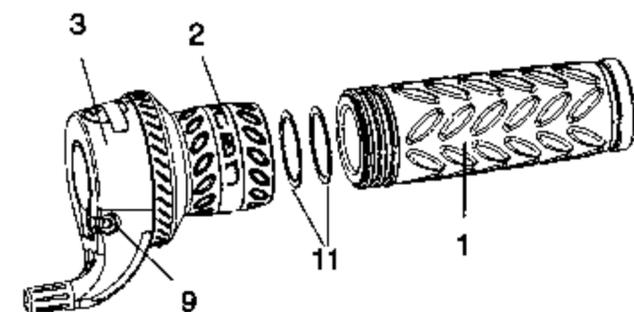

Bild 5
- Gehäuse (3) mit Drehteil (2) gegen Anlaufscheiben (11) und Festgriff (1) anlegen, (spielfrei jedoch ohne Druck) am Lenker ausrichten und die Befestigungsschraube (9) mit 1,5 Nm (Inbusschlüssel 3 mm) festziehen. (evtl. Bremshebel wieder positionieren und festschrauben). (Bild 5)
- Einstellschraube (4) mit Mutter aus der Führung im Clickstick nehmen und den gesamten Schaltzug in Richtung Nabe ziehen. (Seilhülle ist in den Befestigungspunkten am Rahmen verschiebbar.)
- Verbindungs-lasche (5) 90° schwenken und von der Federhülse (7) abnehmen.
- Klemmschraube (8) lösen und Verbindungs-lasche (5) sowie Stell-schraube (4) mit Mutter vom Zugseil abziehen.
- Am Drehgriffschalter die Befestigungsschraube (9) lösen und das Gehäuse (3) mit Drehteil etwas in Richtung Lenkermitte schieben. (Bei Platzbedarf den Bremshebel ebenfalls lösen und verschieben.)
- Gehäuse (3) und Drehteil (2) voneinander trennen (verrastet) und auseinanderziehen.